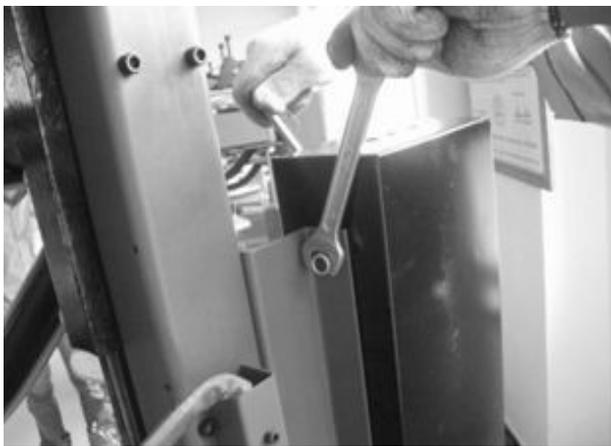

図 7-8
7.1.8 図 7-8 の通り、固定ブラケットを本体に固定し、固定ブラケット上にツールボックスを固定して、ロックナットを使用してしっかり固定します。